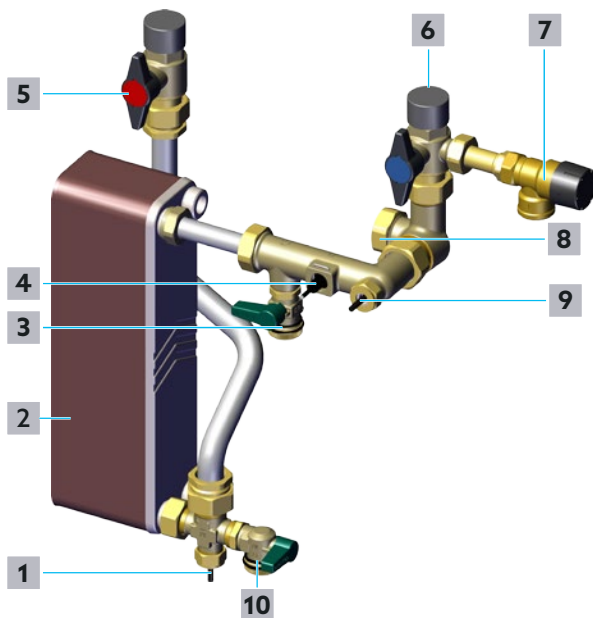

Fig. 31: Circuito de agua potable
- 2** Cierre lentamente la válvula de bola de corte de agua potable caliente (véase posición **5** en Fig. 31 en la página 49 y posición en **10** en Fig. 2 en la página 12).
- 3** Cierre lentamente la válvula de bola de corte de agua potable fría (véase posición **6** en Fig. 31 en la página 49 y posición **11** en Fig. 2 en la página 12).
- 4** Desenrosque el tapón de la válvula de bola de llenado y vaciado para el agua potable caliente (véase posición **10** en Fig. 31 en la página 49 y posición **16** en Fig. 2 en la página 12).
- 5** Cierre la manguera de vaciado de agua potable en la válvula de bola de llenado y vaciado de agua potable caliente (Posición **10** en Fig. 31 en la página 49 y posición **16** en Fig. 2 en la página 12).
- 6** Abra la válvula de bola de llenado y vaciado de agua potable caliente (véase posición **10** en Fig. 31 en la página 49 y posición **16** en Fig. 2 en la página 12).
- 17** Cierre la válvula de bola de llenado y vaciado de agua potable caliente (véase posición **10** en Fig. 31 en la página 49 y posición **16** en Fig. 2 en la página 12).
- 5 Cierre la válvula de bola de llenado y vaciado de agua potable caliente (véase posición 10 en Fig. 31 en la página 49 y posición 16 en Fig. 2 en la página 12).